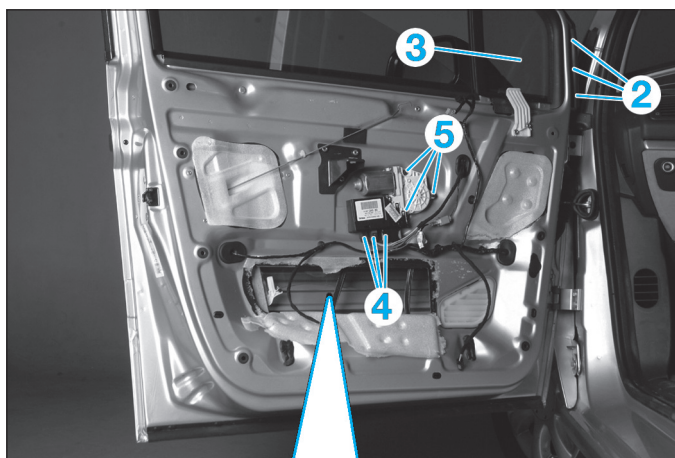

Fig. 29
- Descendre la vitre afin de pouvoir accéder à ses fixations, puis la décliper (1) (Fig.29).
- Déposer les 3 vis (2) (Fig.29).
- Déposer l'ensemble déflecteur (3).
- Débrancher les connecteurs (4) du moteur de lève-vitre (Fig.29).
- Déposer les 3 vis de fixation (5) du moteur de lève-vitre.